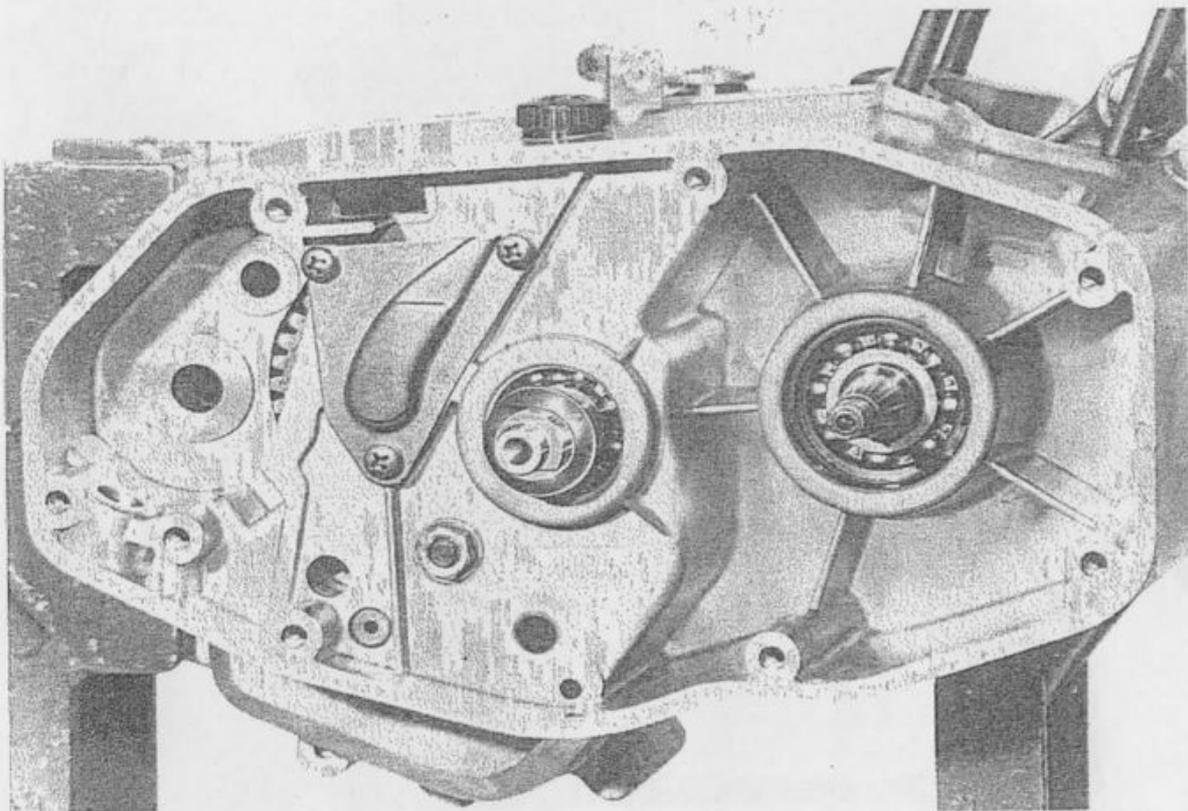

Fig. 34 - Semicarters uniti
- Rimuovere l'ingranaggio frizione dall'albero. Una rondella di rasamento, è montata fra il «disco porta colonnette» e l'ingranaggio. In quasi tutti i motori, si trova una rondella di rasamento anche dietro l'ingranaggio frizione, con la funzione di ottenere l'allineamento tra l'ingranaggio ed il pignone motore (fig. 34). Le rondelle di rasamento possono avere i seguenti spessori: 0,2-0,4-0,6-0,8 mm. E' consigliabile prendere nota, per evitare di invertire le rondelle nell'operazione di montaggio.
- Inserire poi i tre grani di riferimento negli appositi fori e montare le viti di unione dei semicarters. Assicurarsi che le viti sporgano a sufficienza, circa 16 mm. dalla sommità della testa vite alla battuta sul semicarter, invertendole se necessario, fino al completo soddisfacimento di questa condizione; avvitare quindi, a fondo tutte le viti. Terminata questa operazione, è consigliabile accertarsi una seconda volta, che l'albero motore, gli alberi del cambio e l'albero selettore ruotino liberamente. In caso contrario, le cause vanno ricercate nella non esatta rondella di rasamento, oppure i cuscinetti non sono stati spinti a fondo nella loro sede, e quindi è necessario aprire i semicarters per effettuare questi controlli. Se qualche albero invece presenta un gioco assiale eccessivo, manca una rondella di rasamento sull'albero o è di spessore inferiore al necessario. Sull'albero motore, è ammesso un gioco assiale da 0,05 mm. a 0,1 mm. fra i due cuscinetti; il gioco eccessivo può essere limitato con l'uso di rondelle di rasamento di spessore fisso 0,1 mm. (Fig. 34)
Nel montare l'ingranaggio frizione, accertarsi di porre la rondella di rasamento dietro ad esso, generalmente di spessore 0,6 mm., per avere un giusto allineamento dell'ingranaggio col «pignone motore» (fig. 34).